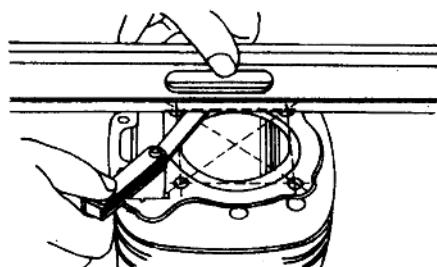

图 1-5 检测气缸体端面变形情况
(4)气缸体端面变形的检修方法:如图1-5所示,用直尺靠在气缸体端面上,然后用塞尺测量直尺与气缸盖端面间的间隙,且要多测几个点的间隙。若测量值大于使用极限值0.05mm,则应研磨气缸体端面,其方法参见气缸盖端面变形的检修方法。若气缸体端面变形值过大,采用上述研磨方法修理将会使燃烧室容积变小而使压缩比增大,引起发动机爆震,应更换气缸体。